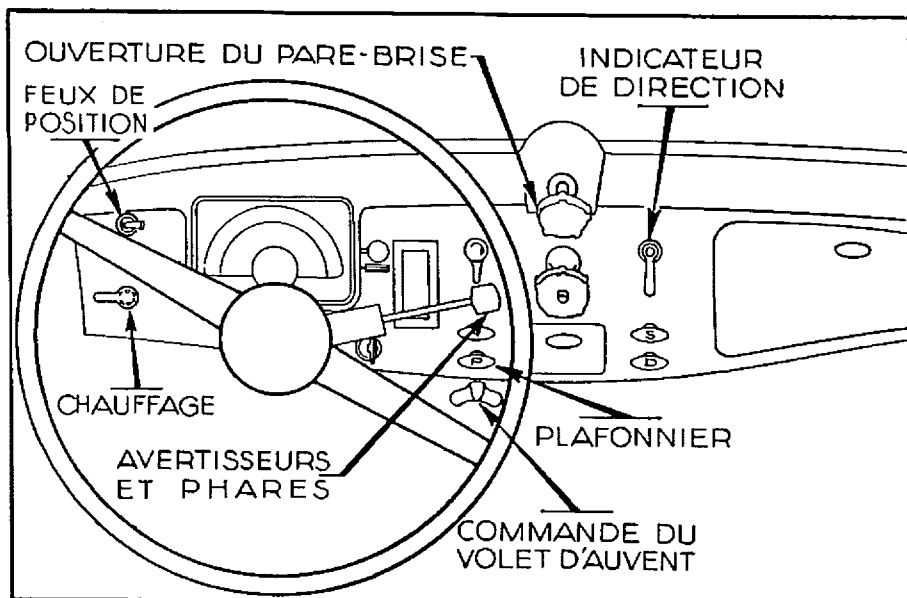

Fig. 11. — AÉRATION.
Suivant la température, vous pouvez ouvrir ou fermer l'admission d'air chaud dans la voiture en manœuvrant la manette de chauffage (fig. 11).
Pour allumer ou éteindre la lampe du plafonnier, tirez le bouton (fig. 11).
- a) Ouvrir le pare-brise en vissant le bouton de commande (fig. 11) ;